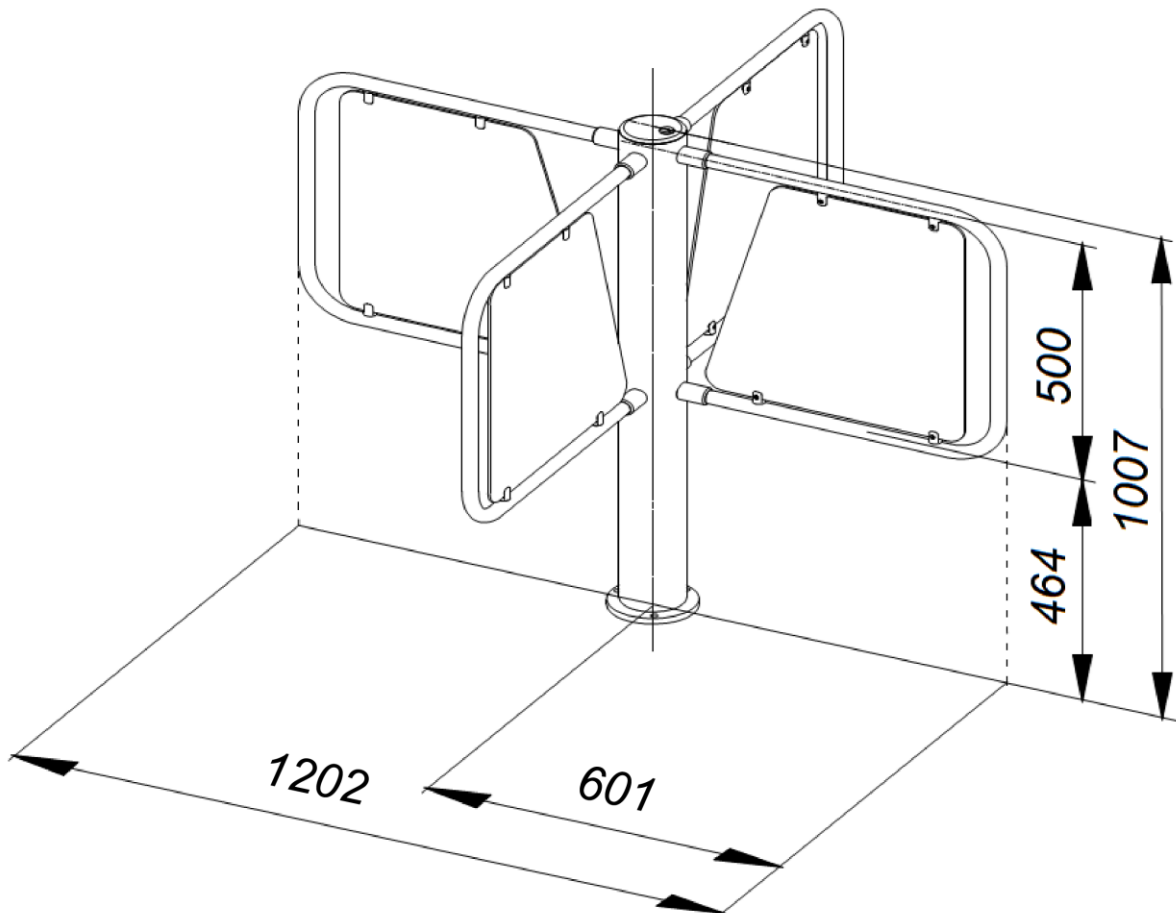
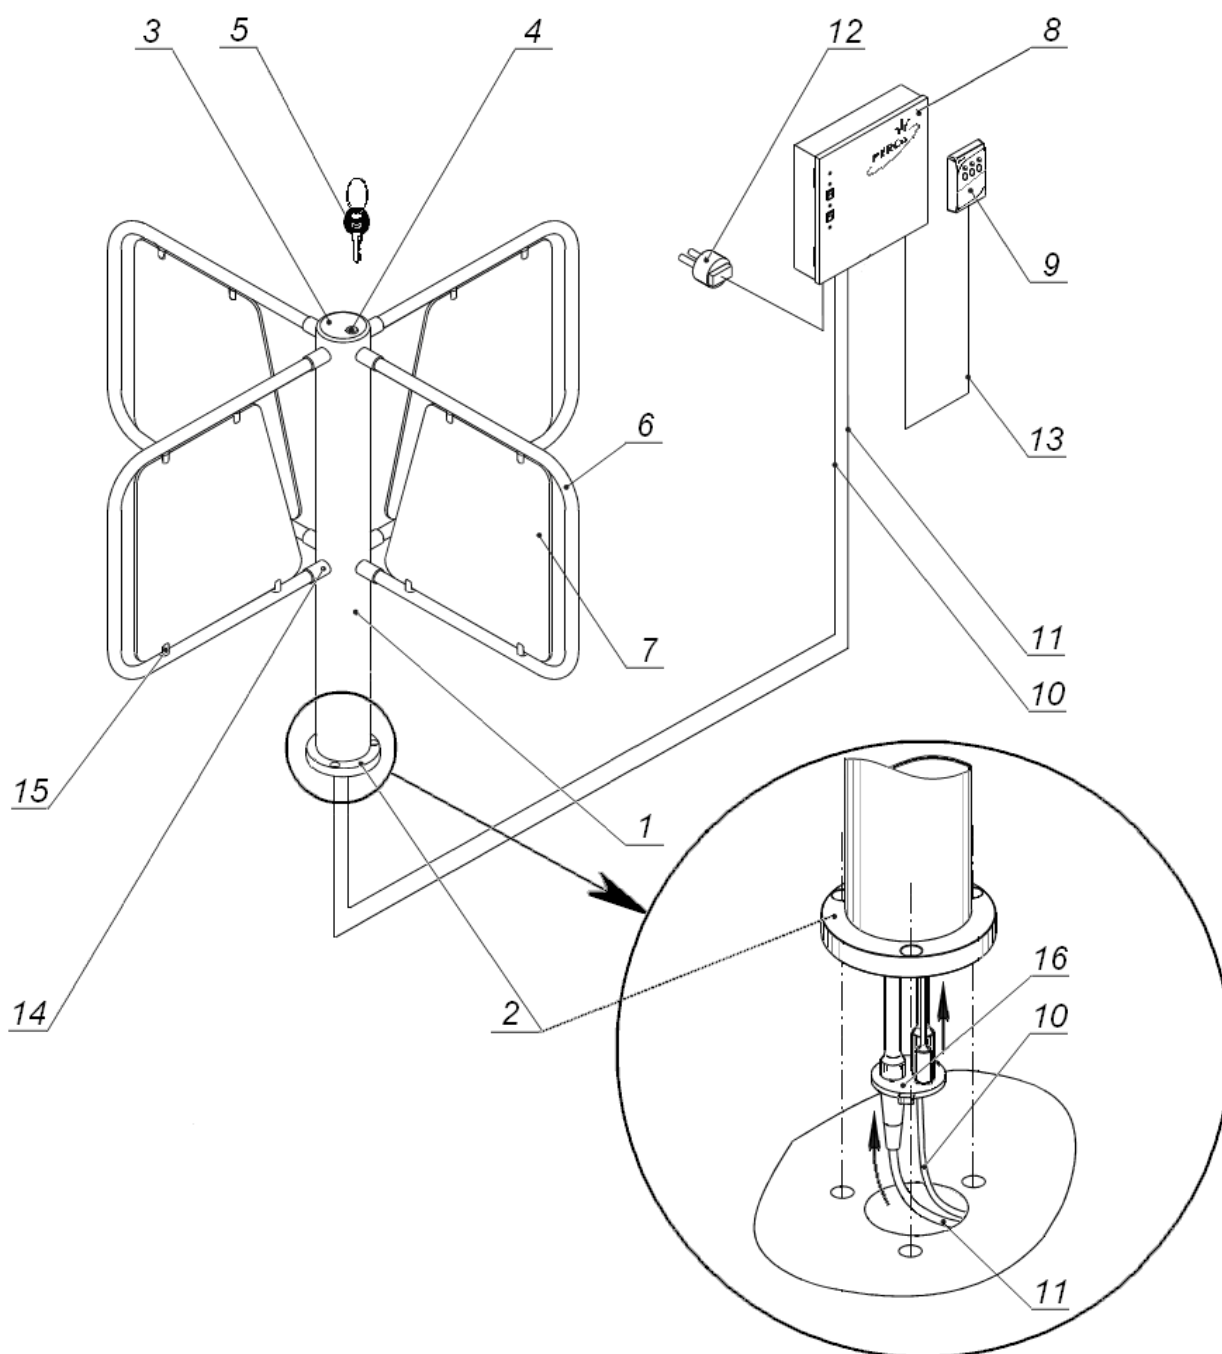

Рисунок 1. Габаритные размеры турникета
Рисунок 2. Общий вид турникета
Общий вид турникета показан на рис. 2. Номера позиций в тексте настоящего Руководства по эксплуатации указаны в соответствии с рис. 2, кроме оговоренных особо. Габаритные размеры турникета (без формирователя прохода) приведены на рис. 1.
БУ (8) (см. рис. 2 и 5) предназначен для электропитания узлов турникета и реализации алгоритма управления. Он выполнен в виде отдельного прибора в закрытом металлическом корпусе, обеспечивающем настенное крепление с антисдергивающей фиксацией. Возможно настольное применение БУ. В корпусе БУ находятся: силовой трансформатор, модуль ИП, модуль процессорный, два аккумулятора внутреннего РИП.